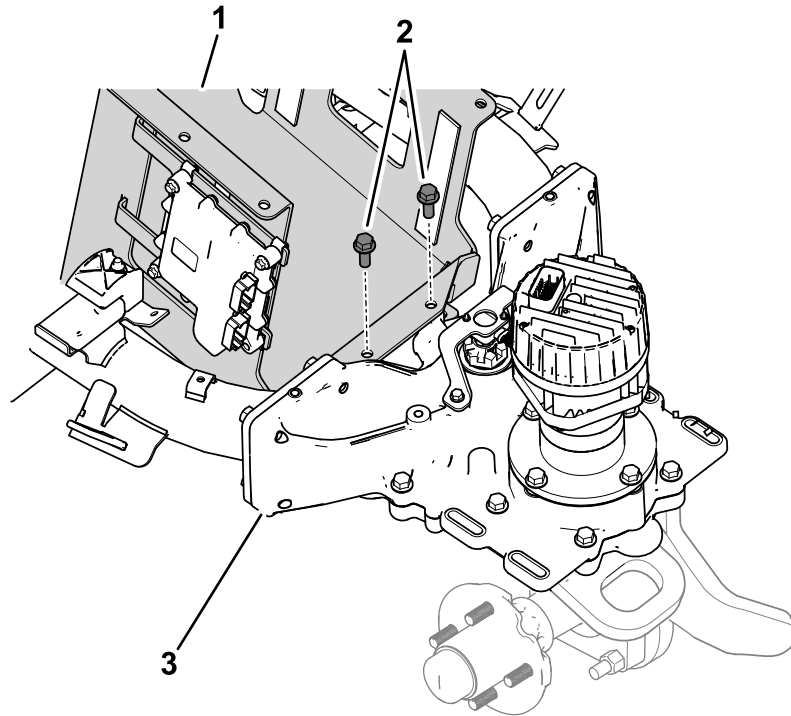

Figure 10
2. Avec 2 boulon à embase ($\frac{3}{8}$ " x 1"), fixez la plaque de montage supérieure sur le boîtier de direction (**Figure 10**).